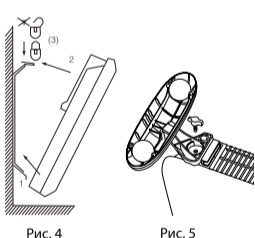

Рис. 4
- Закрепить прибор на кронштейне необходимо следующим образом (рис.4):